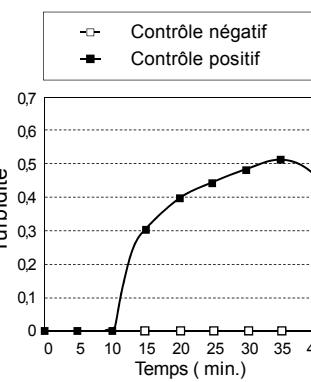

Fig1 : Courbe d'amplification des contrôles
- (1) Configurer le turbidimètre à temps réel HumaTurb C pour une détection avec ce produit.
- (2) Vérifier que la température indiquée atteint les $67,0^{\circ}\text{C}$ (préchauffer le turbidimètre pendant 20 minutes avant utilisation).
- (3) Charger les tubes à réaction, puis démarrer la mesure.
- (4) Surveiller l'affichage du turbidimètre pour vérifier si les contrôles positifs et négatifs augmentent ou non. Si la turbidité augmente uniquement chez le PC MTB alors que le contrôle négatif ne change pas, la réaction d'amplification se passe correctement (Fig1). Dans tout autre cas de figure, il peut y avoir une erreur dans la réaction d'amplification : si tel est le cas, recommencer le test depuis la préparation des réactifs.
- (5) Vérifier que l'inactivation de la polymérase est complète (complétée automatiquement par le turbidimètre). Sortir tous les tubes à réaction du turbidimètre et les jeter sans les ouvrir.
Après avoir vérifié que la turbidité augmente avec le PC MTB mais pas avec le NC MTB, procéder à l'évaluation des spécimens en fonction des critères suivants (Fig 1 et 2).